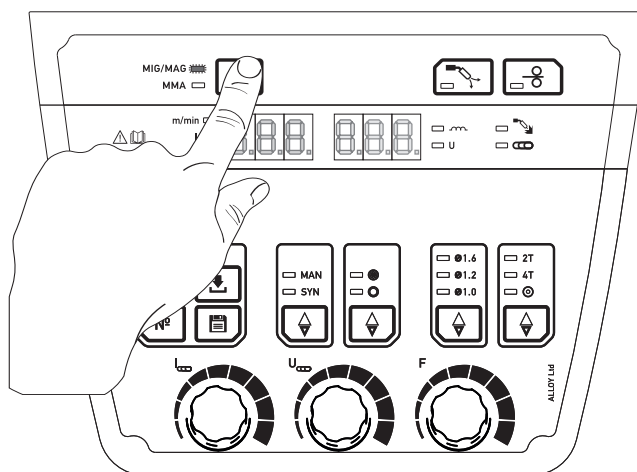

рис. 6.2
6.2.1. Кнопкой 2 (рис.4.3) выбрать режим работы MIG/MAG (рис.6.2). Нажатием кнопки переключателя загорается соответствующий индикатор 1.